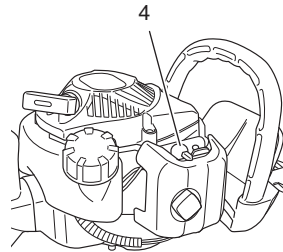

Fig. 4
- * Presione varias veces el cebador (4), de manera que el combustible fluya a través del cebador o de la tubería de retorno. (Fig. 4)